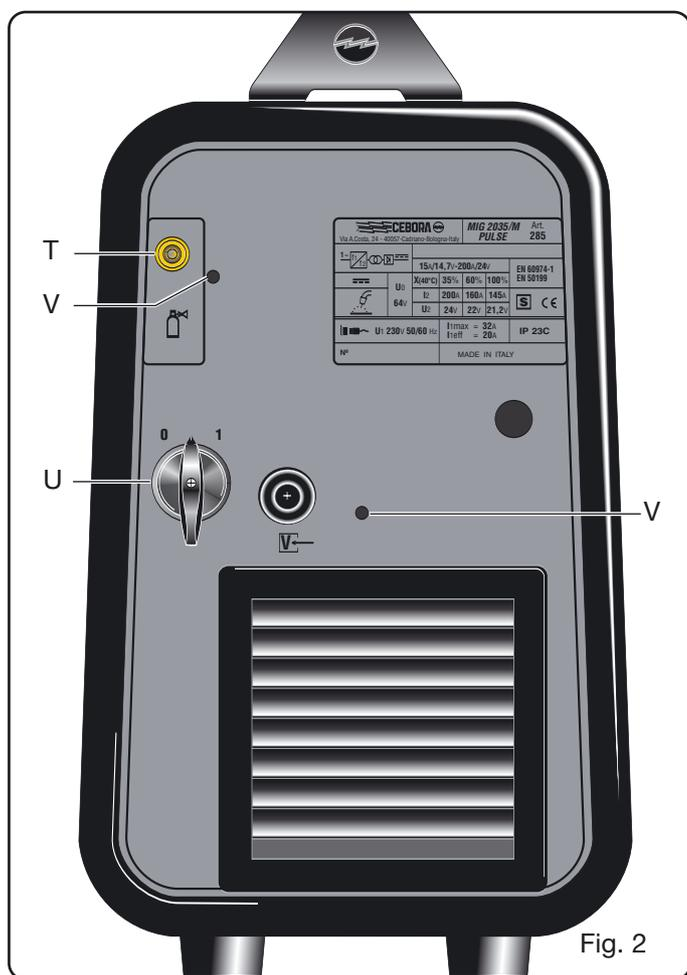

Fig. 2
3.3 BEDIENINGSELEMENTEN OP HET ACHTERPANEEL (Fig. 2)